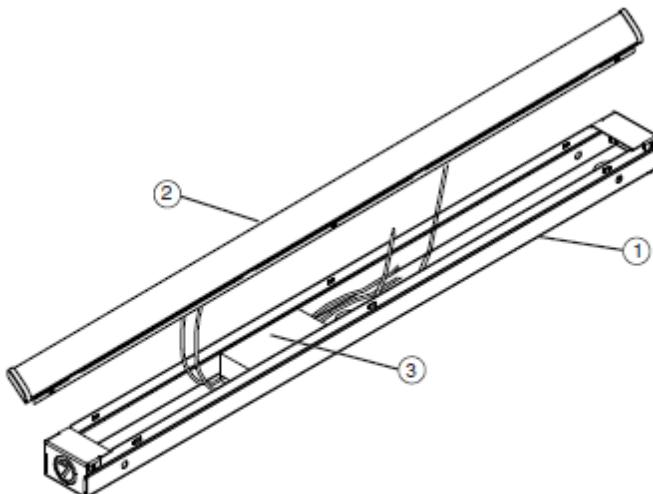

Figure 1
1. Remove fixture components and parts pack(s). Check that all parts are included. See Fig. 1.
- Saque los componentes del luminario y paquete(s) de piezas. Compruebe que todas las piezas estén incluidas. **Vea Fig. 1.**
1. Retirer les composantes de l'appareil et tout emballage de pièces. S'assurer que toutes les pièces sont incluses. Voir la Fig. 1.